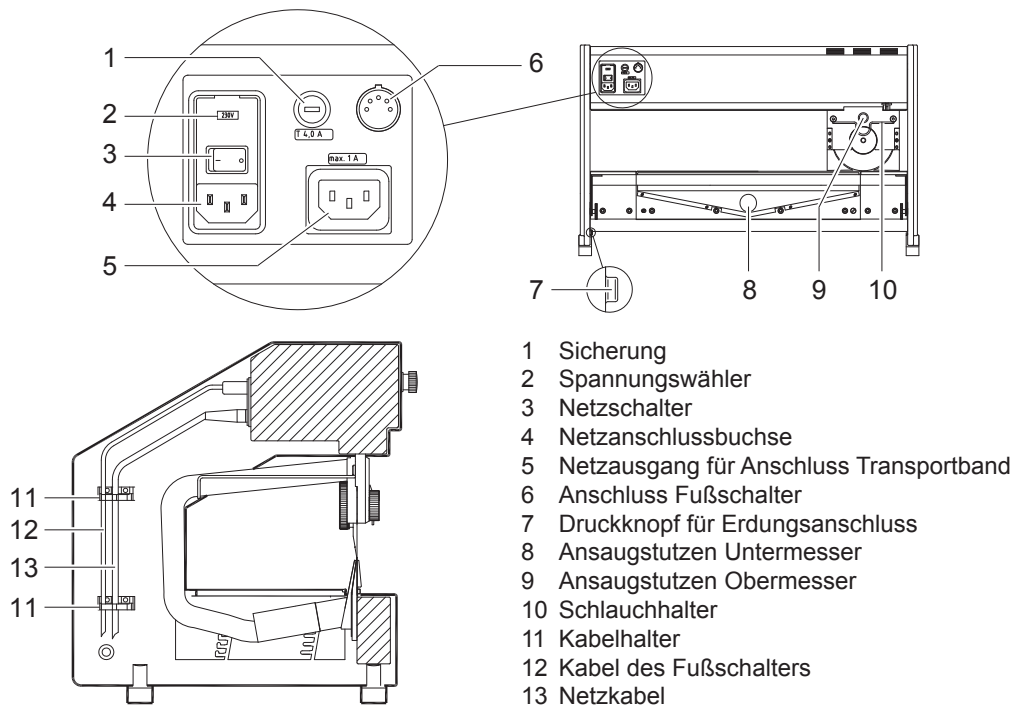

Bild 4 Anschlüsse
- ▶ Netzkabel (13) und Kabel des Fußschalters (12) mit den Kabelhaltern (11) an der Innenseite des Gestells befestigen.
- Y-Stück (5 / Bild 3) an den Ansaugstutzen (8 / Bild 4) am Untermesser stecken.
- Seitliche Abzweigung des Y-Stückes über den Absaugschlauch aus dem Lieferumfang mit dem Absaugstutzen (9 / Bild 4) am Obermesser verbinden. Absaugschlauch dabei in den Schlauchhalter (10 / Bild 4) einlegen.